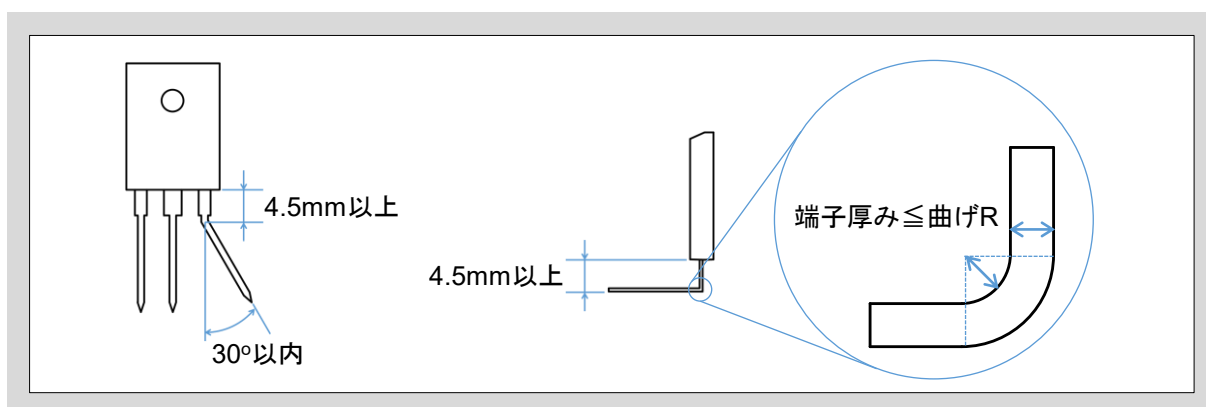

図3-7 端子成形上の注意点
- 端子を横方向に曲げる場合は、図3-7のようにパッケージから4.5mm以上離れた部分で30°を超えないように折り曲げてください。